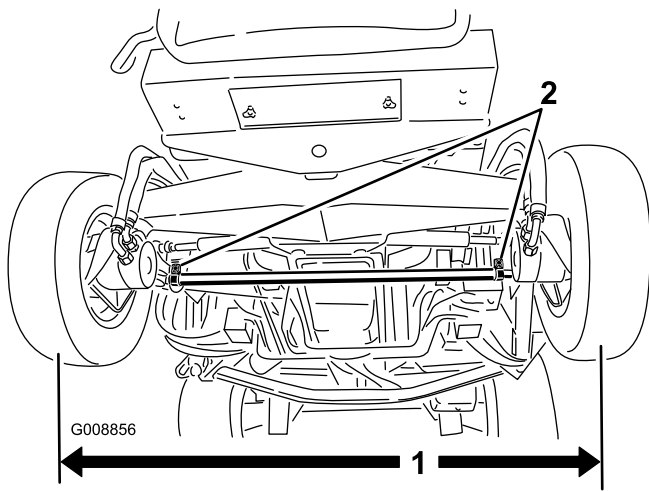

Bild 75
1. Messen Sie den Abstand vorne und hinten an den Lenkreifen Mitte-zu-Mitte (auf Achshöhe). Bild 75 Der vordere Wert darf höchstens um 3 mm geringer sein als der hintere.
2. Lockern Sie zum Einstellen der Vorspur die Klemmen an beiden Enden der Spurstangen (Bild 75).